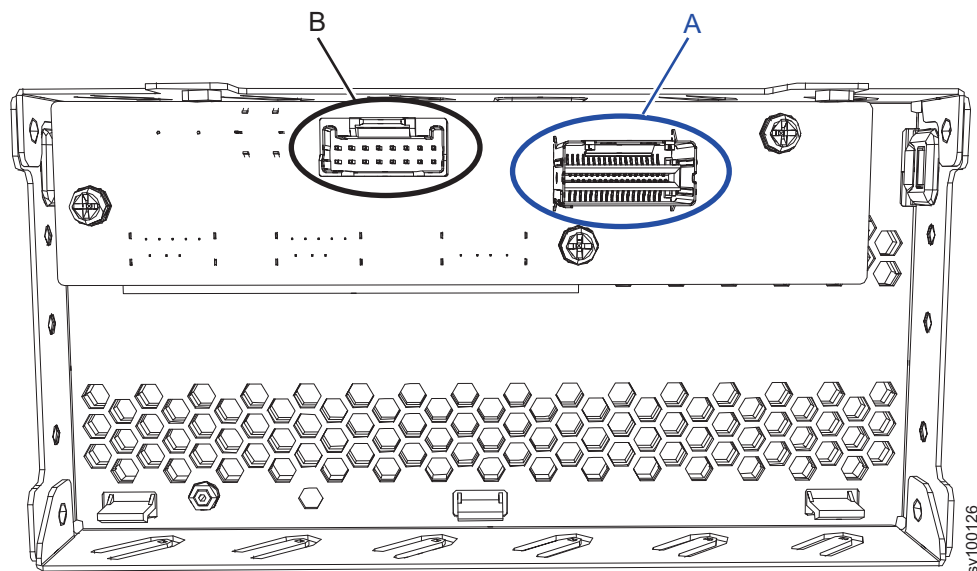

Figura 170. Conectores a cabo na parte traseira do painel de informações do operador do 2145-SV1
2. Conecte cada cabo ao conector apropriado na parte traseira do painel de informações do operador, conforme mostrado em Figura 170 na página 208.